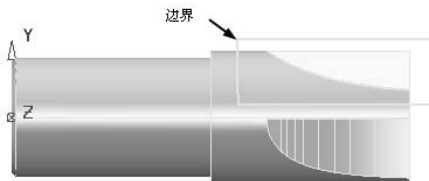

图 4-44 创建的边界
2) 单击“勾画”按钮，弹出勾画工具栏，单击该栏上的按钮绘制如图 4-44 所示的边界线，单击按钮，完成边界绘制。